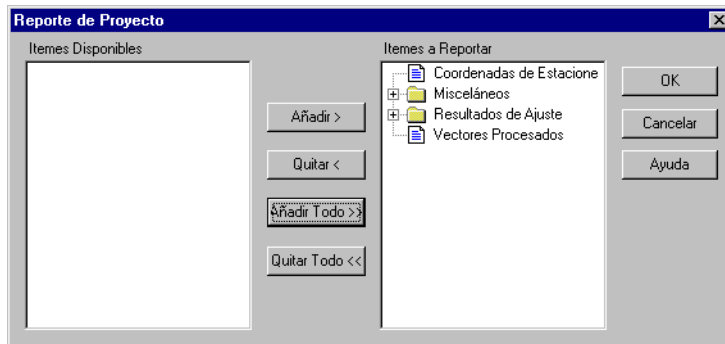

Figura 12.28. Añadiendo Todos los Ítems a Reportar
- Haga click en **Añadir Todo >>** para agregar todos los ítems (Figura 12.28).